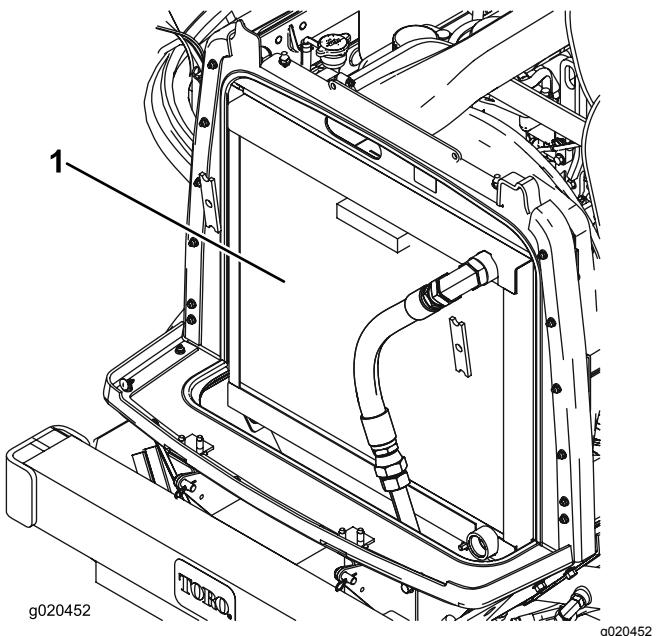

Figura 93
2. Limpie a fondo ambos lados de la zona del radiador/enfriador de aceite (Figura 93) con aire comprimido. Empezando en la parte del ventilador, sople los residuos hacia la parte trasera. Luego, limpie desde atrás, soplando los residuos hacia adelante. Repita este procedimiento varias veces hasta eliminar todos los residuos.